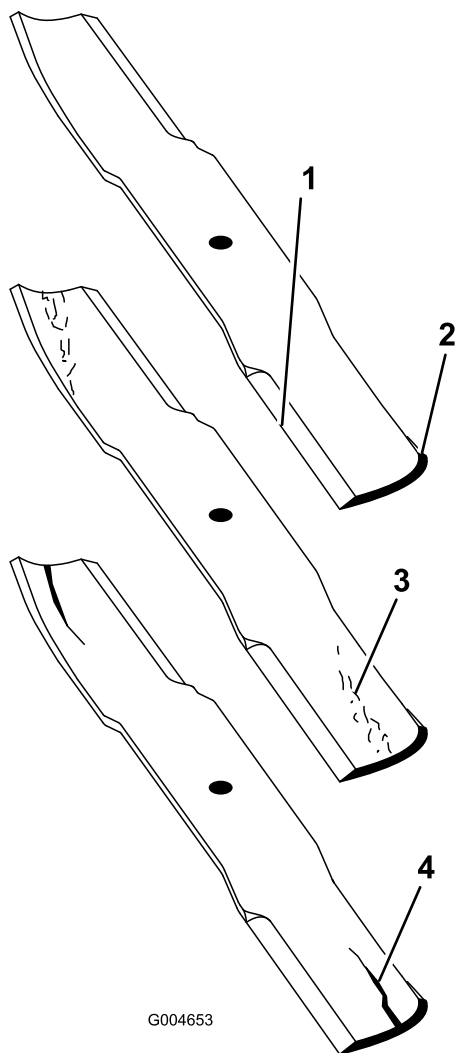

Figura 19
1. Inspeccione as extremidades de corte (Figura 19). Se as extremidades não estiverem afiadas ou estiverem amolgadas retire e afie as lâminas. Consulte Afiar as lâminas.
2. Inspeccione as lâminas, especialmente a área da aba (Figura 19). Se verificar quaisquer danos, desgaste, ou
a formação de ranhuras nesta área (Figura 19), instale imediatamente uma lâmina nova.